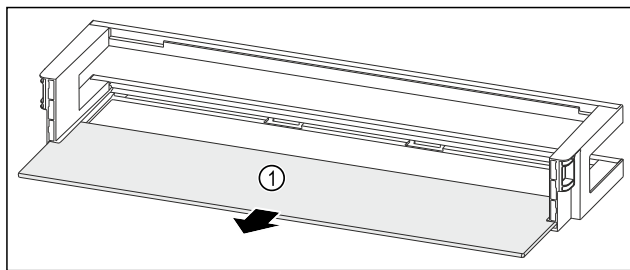

Fig. 201 Dørhylle med oppstillingsplass
- Fjern oppstillingsplassen Fig. 201 (1).